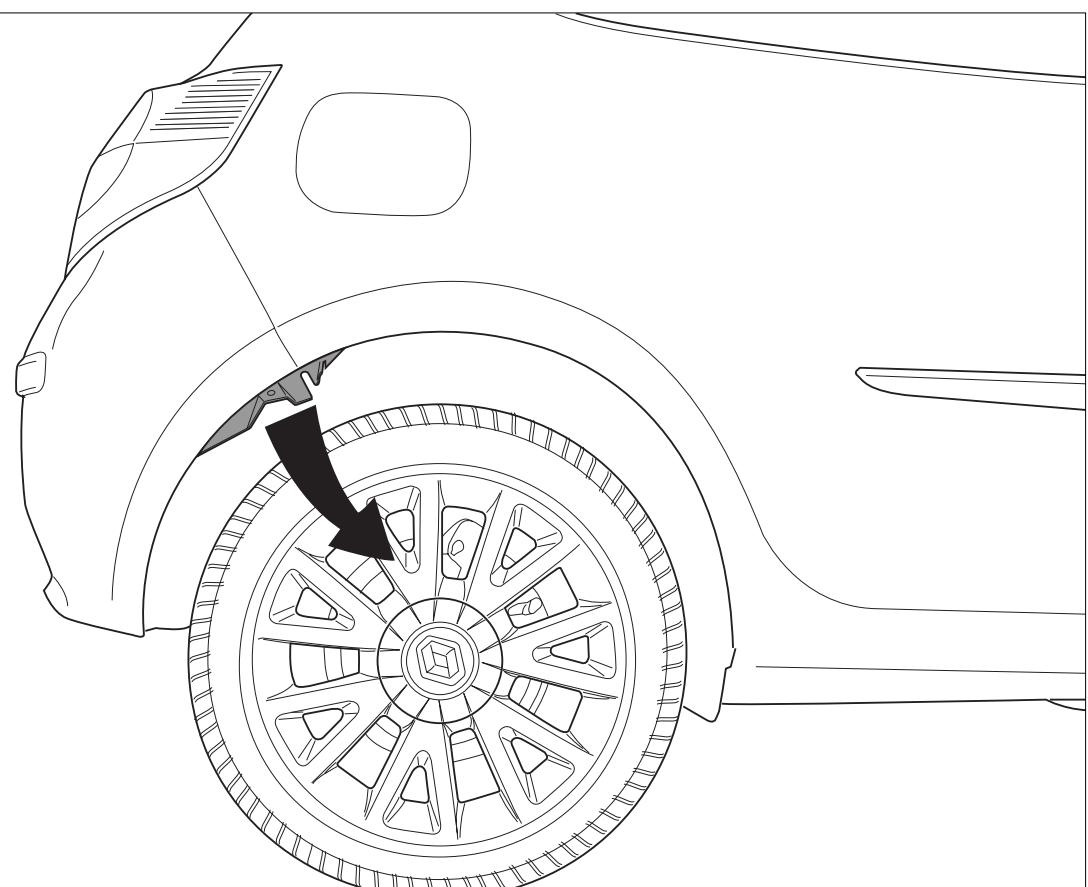

Fig. 1
1. Montez le jeu à être remplacé (G) / (D) à l'emplacement des points A.
5. Pour un accès plus aisés, détacher d'un côté les pare-boue dans les ailes voir la figure 1.
5. Løsn stænkskærmene i hjulkasserne i den ene side for bedre at kunne komme til (se fig. 1)
5. Poluzować chłapacze z jednej strony we wnękach na koła, aby ułatwić sobie dostęp, patrz rys. 1.